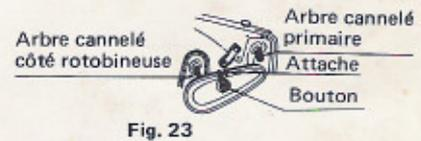

Fig. 23
- Fixation du carter de chaîne intermédiaire du KS500R (fig. 23)